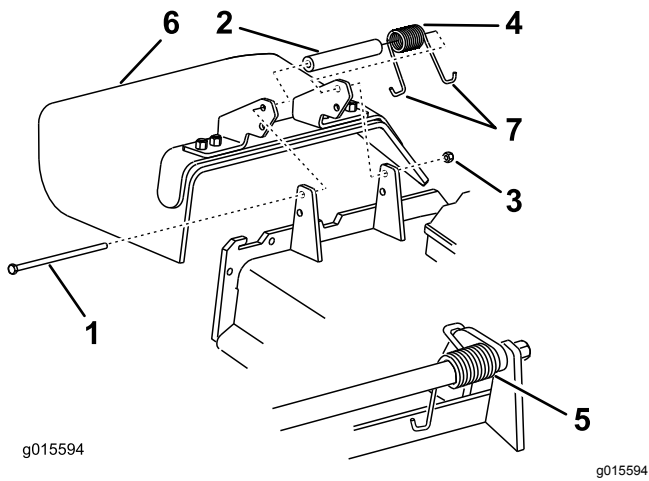

Figura 55
3. Retire la contratuerca, el perno, el muelle y el espaciador que sujetan el deflector a los soportes de pivote (Figura 55).
5. Coloque un gancho en J del muelle detrás del reborde de la carcasa (Figura 55).
- Nota:** Asegúrese de colocar un extremo en J del muelle detrás del reborde de la carcasa antes de instalar el perno, como se muestra en la Figura 55.
7. Coloque un gancho en J del muelle alrededor del deflector de hierba (Figura 55).